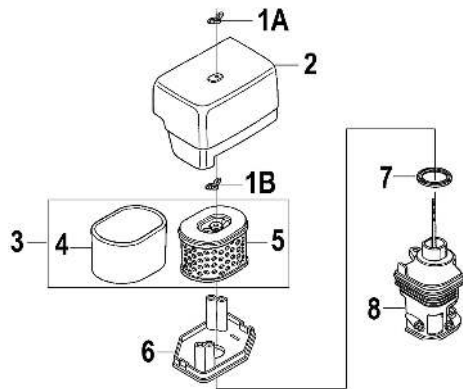

Рис. 12. Обслуживание воздушного фильтра
1. Открутите барашковую гайку 1А и снимите крышку 2 воздушного фильтра (Рис. 12).
2. Открутите барашковую гайку 1В и извлеките из корпуса воздушный фильтр 3 в сборе (Рис. 12).
3. Проверьте целостность и чистоту фильтрующих элементов. Поролоновый (предварительный) фильтрующий элемент 4 установлен на корпусе бумажного фильтрующего элемента 5 (Рис. 12).
4. При незначительном загрязнении промойте поролоновый фильтрующий элемент 4 (Рис. 12) теплым мыльным раствором и просушите. Поврежденный или сильно загрязненный поролоновый фильтрующий элемент замените.
5. Произведите очистку корпуса 8, опоры крышки 6 и крышки 2 воздушного фильтра, не допуская попадания пыли и грязи в воздухопровод, ведущий к карбюратору (Рис. 12).
7. Перед установкой воздушного фильтра убедитесь, что уплотнительное кольцо 7 воздушного фильтра находится на месте и не имеет повреждений (Рис. 12).